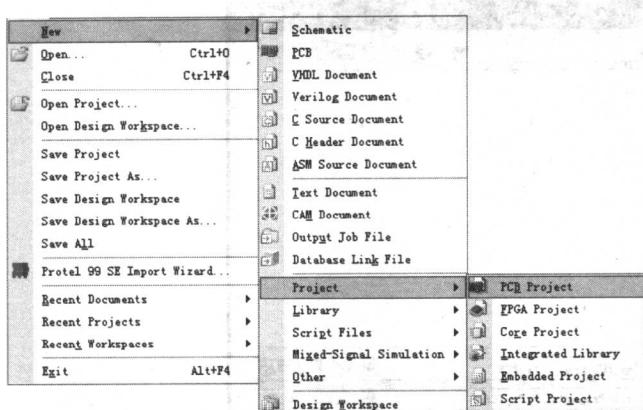

图 1-2 创建设计项目子菜单
(1) 在主菜单执行 File/New/Project 命令，将弹出如图 1-2 所示的创建设计项目子菜单。